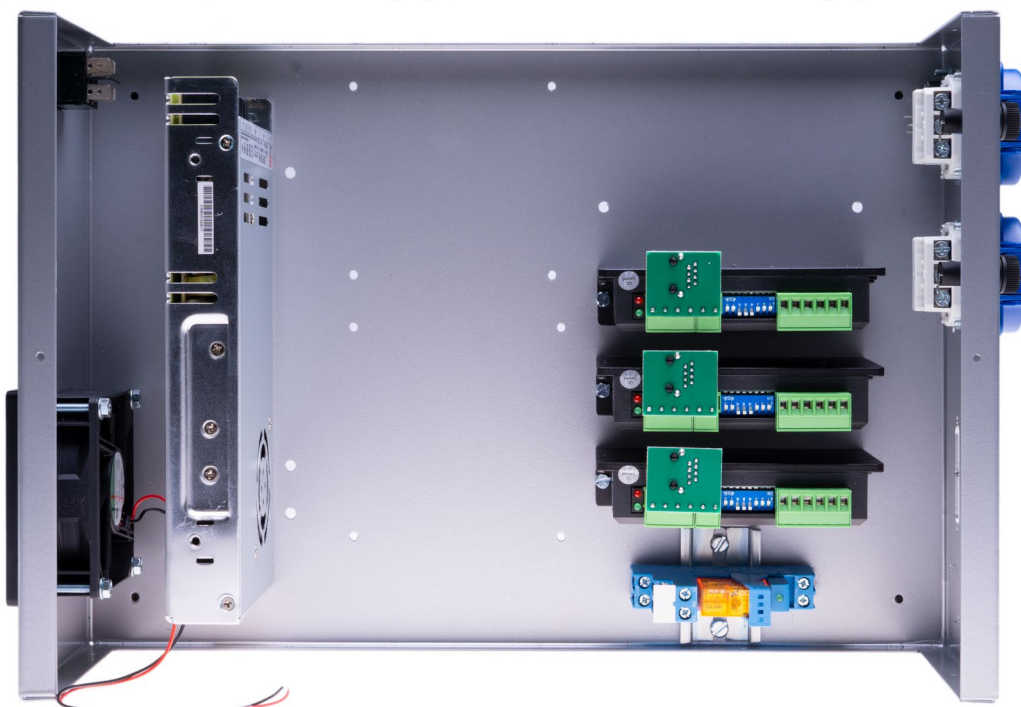

Bild 11: Gehäuse mit Einbauten vor Beginn der Verkabelung
- Montieren Sie die Tragschiene mit den Schrauben S6, Scheiben U5 und Muttern M5 an ihrem Platz im hinteren Teil des Gehäuses (siehe Bild 11).
- Setzen Sie das Koppelrelais auf die bereits montierte Tragschiene, wie in Bild 11 gezeigt.